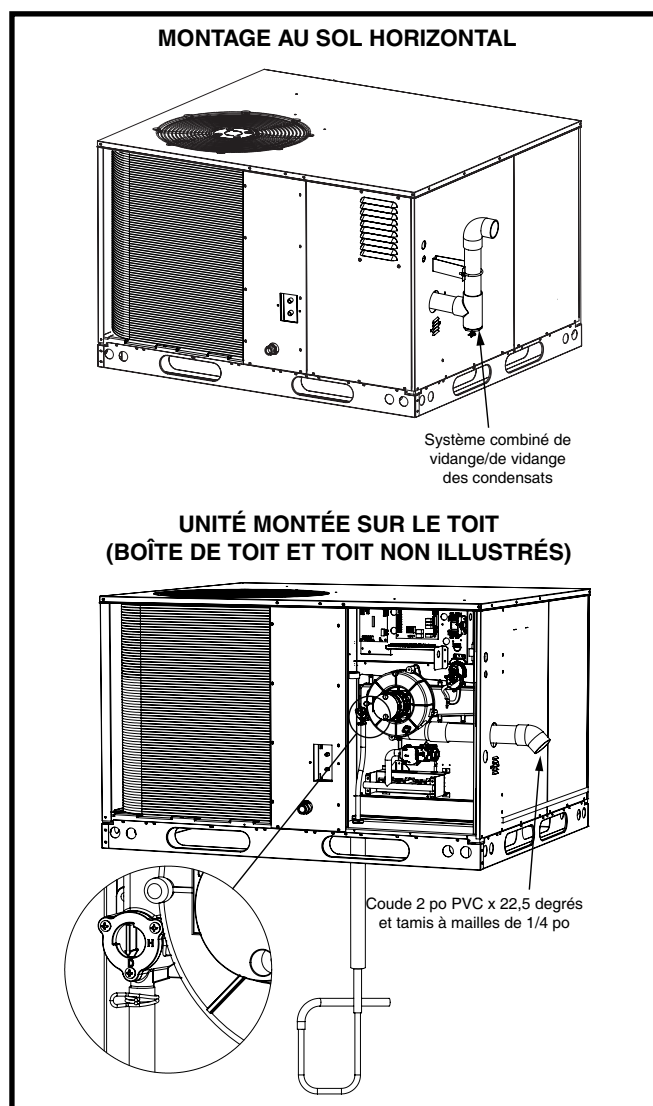

Figure 2. Ensemble d'évent et d'évacuation des condensats de l'échangeur thermique
L'ensemble d'évent et de vidange doit être installé pour assurer le fonctionnement correct de l'appareil. La Figure 2 montre l'installation correcte de l'ensemble événement et drain pour les applications horizontales et descendantes. Les attaches utilisées pour fixer l'ensemble de ventilation et d'évacuation sont incluses dans la trousse. La liste qui suit résume les exigences de positionnement de la terminaison d'évent :
- Une boîte de toit accessoire appropriée doit être installée avant l'installation de l'appareil. La boîte de toit doit être à l'équerre et de niveau pour assurer un drainage approprié de la condensation. Voyez la Figure 2 \(page 7\). **Veuillez suivre les directives fournies avec la trousse.**